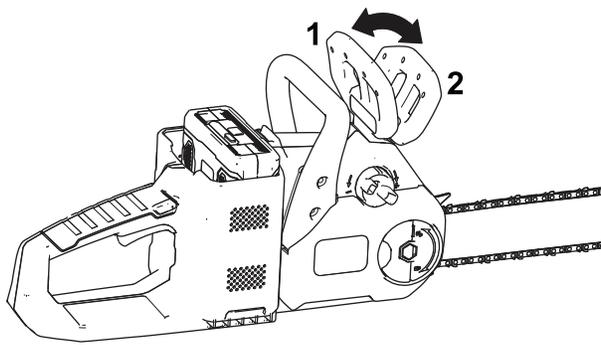

Figura 27
2. Ponga el freno de la cadena moviendo el freno de la cadena hacia adelante a la posición de PARADA (Figura 27).
4. Quite el freno de la cadena moviendo el freno de la cadena hacia atrás, a la posición de MARCHA (Figura 27).
2. Afloje la tuerca de orejeta de la cubierta, pero no la retire (Figura 27).